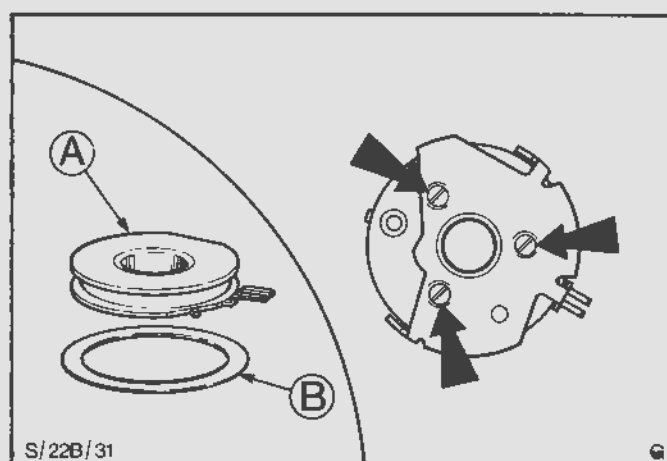

Fig.32. Afmonter styrespolen fra bundpladen
a. Afbryd og tilprop vakuumrøret, der er forbundet med tændingsmodulets transducer, B i Fig.32. Forbind vakuumpumpen med transducere.